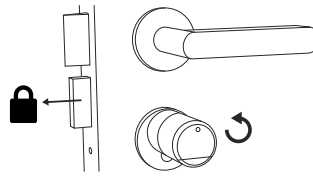

Fig. 3
- 2 Le cylindre est maintenant dégagé et la serrure peut être ouverte (Fig. 2) ou fermée (Fig. 3).